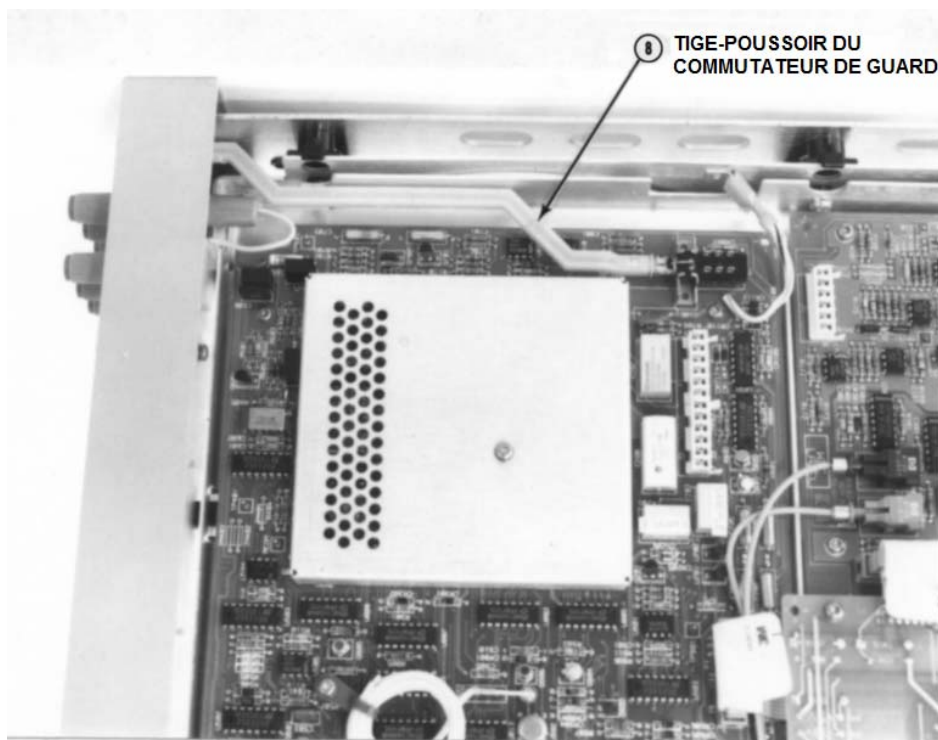

Figure C-6 Emplacement du commutateur GUARD et de sa tige-poussoir
- 2 Référez-vous à la **figure C-6**, Localisez la tige-poussoir du commutateur Guard. Si besoin est, utilisez un tournevis à lame plate comme levier pour la retirer. Configurez le commutateur dans la position souhaitée.